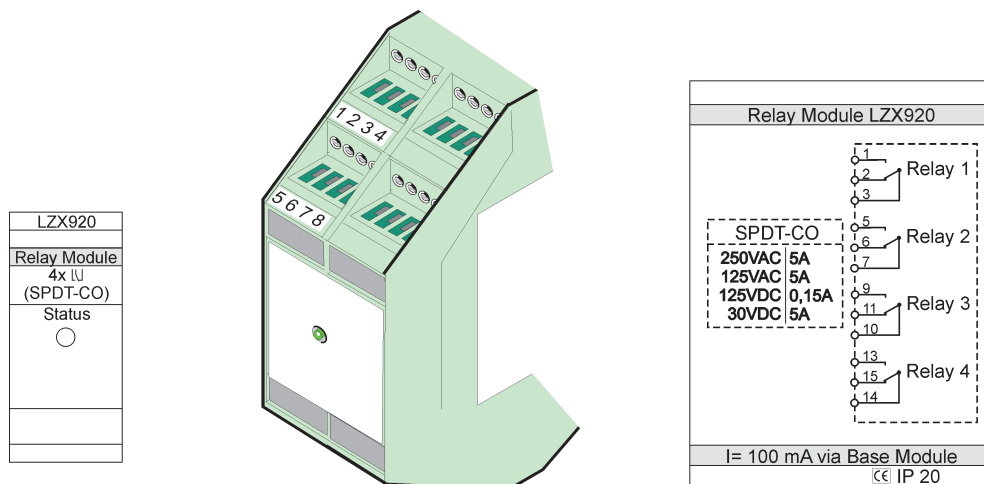

Bild 77 Externes Relaismodul
3. Stellen Sie die entsprechenden Verbindungen her, wie unter Bild 77 und Tabelle 50 dargestellt.